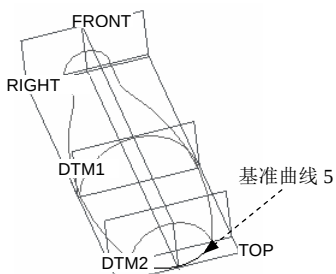
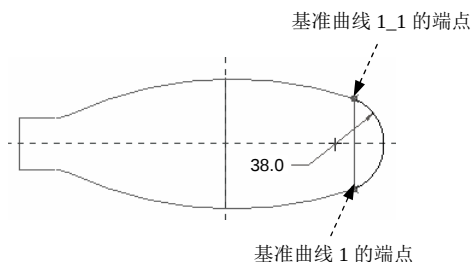

图 6.7.43 创建基准曲线 5
图 6.7.44 截面草图
Step11. 创建图 6.7.43 所示的基准曲线 5。
(1) 单击“草绘”按钮.
(2) 定义草绘截面放置属性：设置 TOP 基准平面为草绘面；采用默认的草绘视图方向；RIGHT 基准平面为草绘平面的参考，方向为 **右**；单击 **草绘** 按钮。
(3) 接受默认草绘参考，再选取基准曲线 1 和基准曲线 1_1 的端点为草绘参考，然后绘制图 6.7.44 所示的截面草图，完成后单击  按钮（注意：圆弧的两个端点分别与基准曲线 1 和基准曲线 1_1 的端点对齐）。